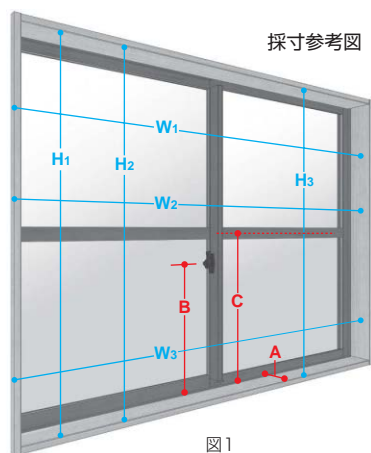

図1
■ 窓台(右頁図1のA部)の寸法をご確認ください。
①	木額縁に傷み(腐朽・割れ)がないこと
②	木額縁が窓台にしっかり固定されていること
③	外窓の下枠アングルねじがある場合はゆるみがないこと、ゆるみがある場合、下枠アングルねじをゆるみなく止めること
■ 内窓取付部の基本寸法W、Hは最低3カ所(図1のW₁~W₃、H₁~H₃)で採寸し、最小値をW、Hとしてください。